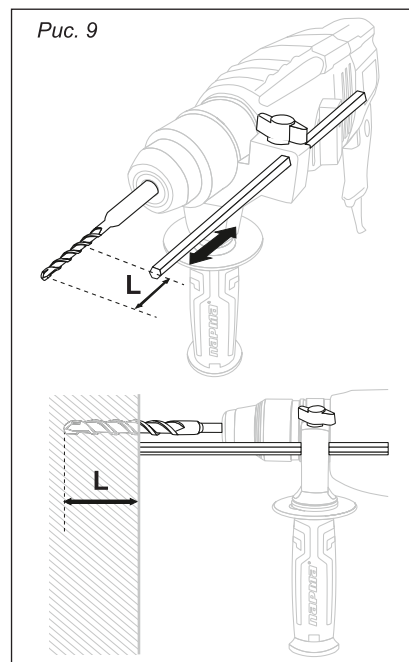

Рис. 9
6.7. Ограничитель сверления (рис. 9)